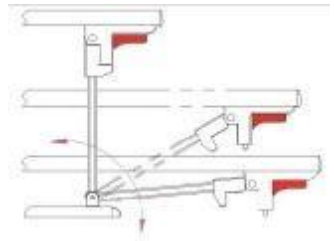

Рисунок 6
- Щоб підняти (опустити) поручень необхідно натиснути на перемикач та потягнути поручень догори проти годинникової стрілки (вниз за годинниковою стрілкою) (рис. 6).